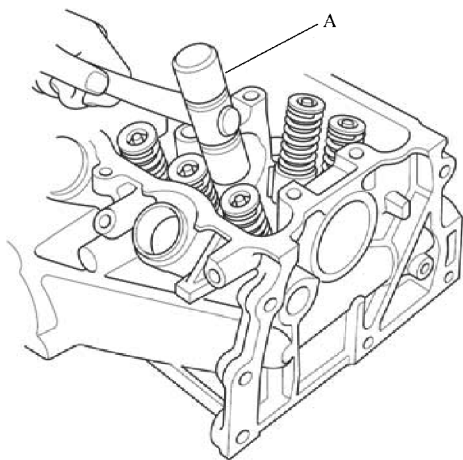

图 10-41 敲击各个气门杆端部
8) 如图 10-41 所示, 用一个塑料棒 A 轻轻敲击各个气门杆端部三次, 以确保气门和气门弹簧座销正确定位。仅允许沿着气门杆的轴线敲击气门杆, 这样就不会弄弯气门杆。